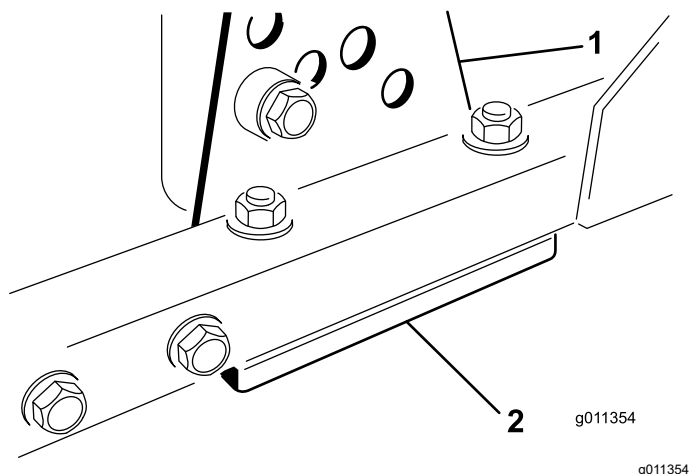

Bild 83
1. Entfernen Sie die Schnitthöhenhalterung (vorne, links oder rechts) vom Mähwerkrahmen (Bild 83).
2. Führen Sie 1,5-mm- und/oder 0,7-mm-Beilagscheiben zwischen dem Mähwerkrahmen und der Halterung ein, um die gewünschte Schnitthöhe zu erhalten (Bild 83).